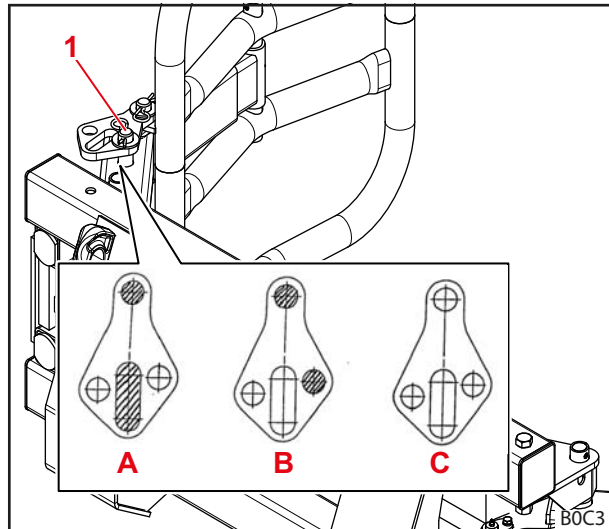

Fig. 46 Reglați distanța graifărelor la lățimea balotului, respectiv diametrul balotului (graifăr stânga)
- Pentru baloți rotunzi cu un diametru mai mic decât 1,5 m introduceți bolțurile culisei prin gaura alungită (vezi șablonul găurilor A în Fig. 46).
- Pentru baloți rotunzi cu un diametru începând de la 1,5 m introduceți bolțurile culisei prin gaura cu distanță scurtă (vezi șablonul găurilor B în Fig. 46).